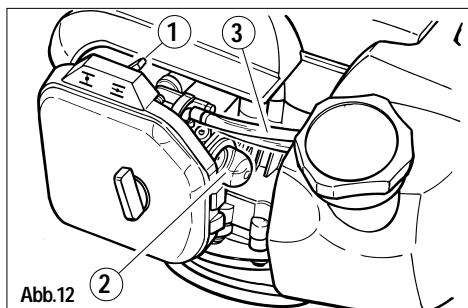

Abb.12
- 3) Stellen Sie den Lufthebel rechts an der Luftfilterabdeckung (Abb. 12 Teil 1) in die Position
- 4) Den Primerwulstknopf (Abb. 12 Teil 2) wiederholt
tief drücken, bis der Kraftstoff über den zweiten transparenten Schlauch in den Behälter zurückkehrt (Abb. 12 Teil 3).
8) Stellen Sie den Lufthebel zurück |♦| (Abb. 12 Teil 1).